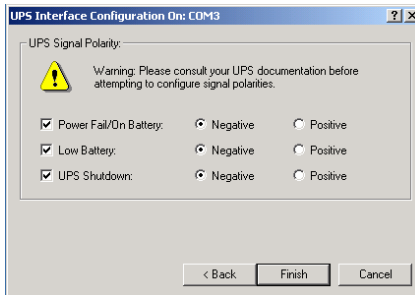

Figure 16 : Interface de configuration de l'UPS
14. Cochez les 3 options, comme dans la Figure 16 et choisir **Negative** pour les 3 paramètres de tension.